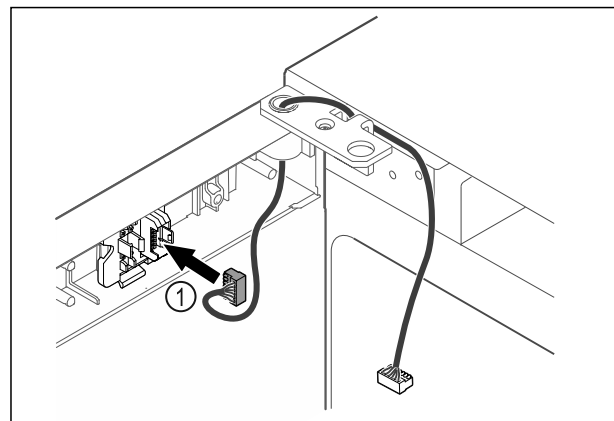

Fig. 58
- ▶ Sett pluggen Fig. 58 (1) i pluggholderen.